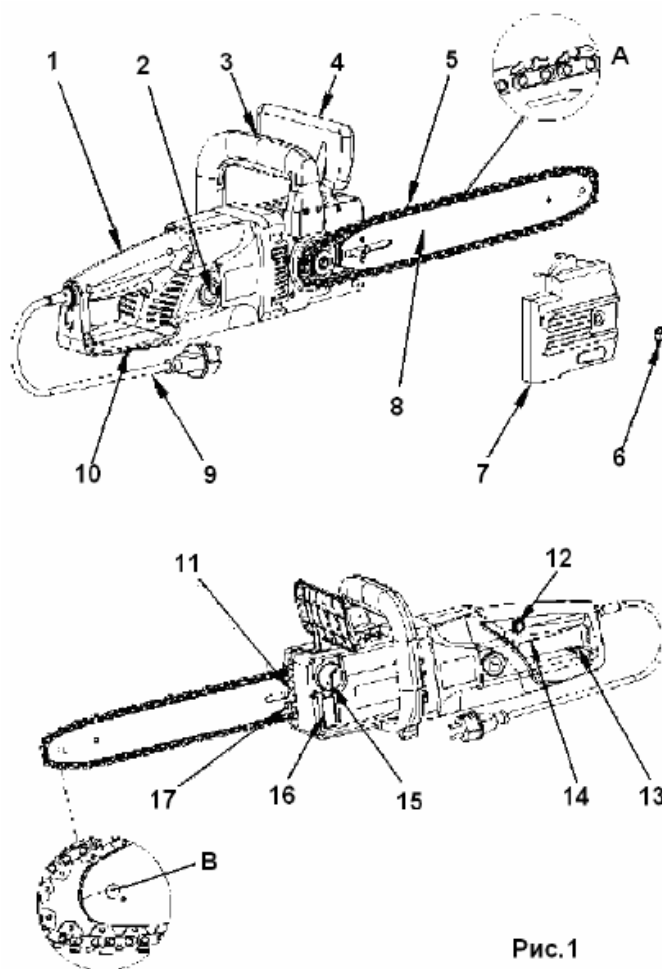
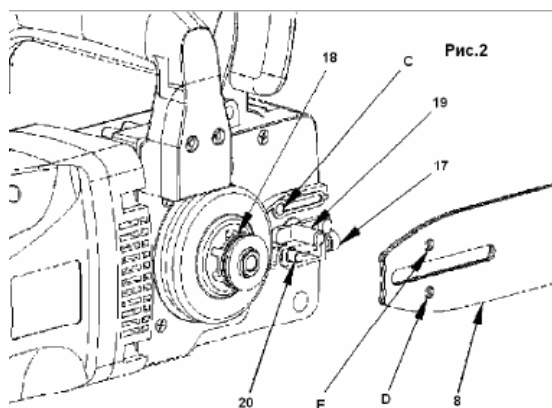

Рис.1
Рис.2
Если вы видите следы масла на цепи , то пила работает нормально. Если на цепи масло отсутствует, то прочистьте масловыпускное отверстие (Рис.2), верхнее отверстие шины и шланг подачи масла, или обратитесь в сервисный центр.
Направляющая шина и пильная цепь поставляются отдельно (в разборном виде). Сначала открутите крепежный винт (6 Рис.1) и снимите крышку, закрывающую натяжной механизм направляющей шины пилы (7 Рис.1). Нижний болт натяжения (20 Рис.2), должен находиться по центру прорези направляющей шины. Если необходимо, более точно отрегулируйте натяжение цепи с помощью винта (17 Рис.2).
Всегда используйте специальные перчатки для защиты рук при монтаже цепи, проверке натяжения, сборке и разборке. Перед монтажом цепи на направляющую шину, проверьте направление режущих зубцов цепи (заточенная сторона зубцов). Направление движения цепи, указано на крышке (7) (Рис 3). Для того, чтобы определить направление пиления, если необходимо, переверните ее (5). Надевая цепь на шину, держите пилу с направляющей шиной (8) вертикально, концом шины вверх (5). Монтаж цепи начинайте с наконечника шины (8). Монтаж цепи на шину начинайте следующим образом: Установите направляющую шину с пильной цепью на болт (19) и на болт регулировки натяжения цепи (20). Наденьте цепь на звездочку (18) Проверьте еще раз правильное направление установки цепи (См. Рис. 1). Наденьте крышку (7 Рис.1), и закрутите крепежную гайку (6 Рис.1) гаечным ключом. Теперь цепь смонтирована на направляющую шину правильно.
Убедитесь, что цепь (5) находится в пазе направляющей шины (8) (Рис.1 а). Используя шестигранный ключ, поверните винт регулировки натяжения цепи (17) по часовой стрелке до тех пор, пока цепь не будет правильно натянута. Во время затягивания винта (20), направляющую шину необходимо держать вертикально вверх. Проверьте натяжение цепи еще раз (См. Рис. 3). Не натягивайте цепь очень туго. В холодную погоду цепь должна приподниматься от направляющего бруска приблизительно на 5 мм. Затяните туго контргайку (6).
Чтобы предотвратить попадание грязи в масляный бачок, протрите крышку бачка (22) перед тем как ее открыть. Следите за уровнем масла в масляном бачке в процессе пиления, уровень масла смотреть в окошечке (16 Рис.1, 4). После доливки масла, плотно закрутите крышку бачка и вытрите пролитое масло.
Перед началом работы, проверьте автоматическое смазывание цепи и уровень масла (16 Рис.14). Включите цепную пилу и держите ее не касаясь никаких поверхностей и земли, в целях безопасности, по крайней мере в 20 см от земли. Если Вы видите масло на цепи во время движения цепи, система смазывания цепи работает правильно, если нет никаких следов масла вообще, пробуйте прочистить масляный шланг (Рис. 2) и верхнее отверстие направляющей шины (Рис.2), или обратитесь в Сервисный центр.